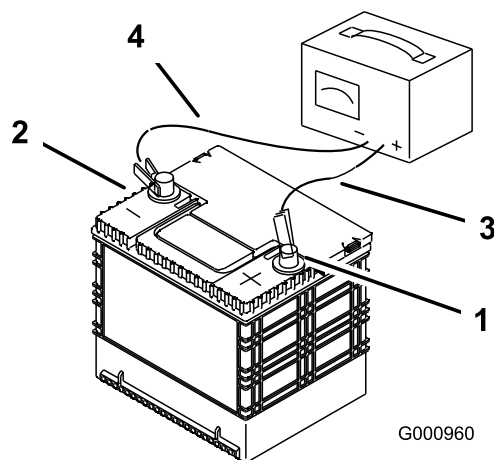

Figure 72
3. Quand la batterie est chargée au maximum, débranchez le chargeur de la prise, puis débranchez les fils du chargeur des bornes de la batterie (Figure 72).